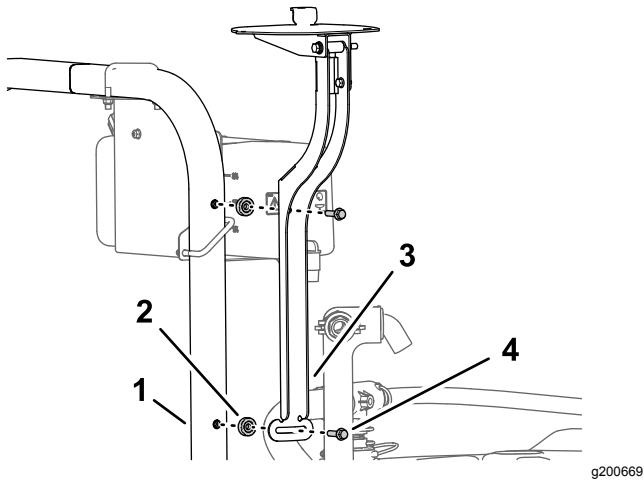

Bild 153
1. Montieren Sie die Empfängerbefestigung und das Distanzstück (3/8" x 7/16") mit der Bundkopschraube (3/8" x 1-1/2") am Überrollbügel, wie in Bild 153 abgebildet.